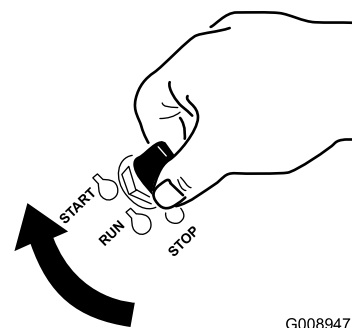

Figura 20
6. Gire la llave de contacto a la posición de Arranque (Figura 20).